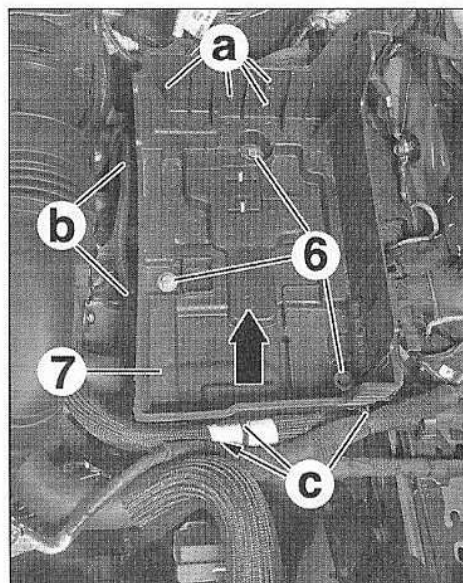

FIG.5
- Dégager et écarter les faisceaux électriques attenants au support du bac de la batterie en (a), (b) et (c) (Fig.5).
- Déposer les vis (6).
- Dégager le bac à batterie (7) (flèche).
- Déposer le bac à batterie (7).